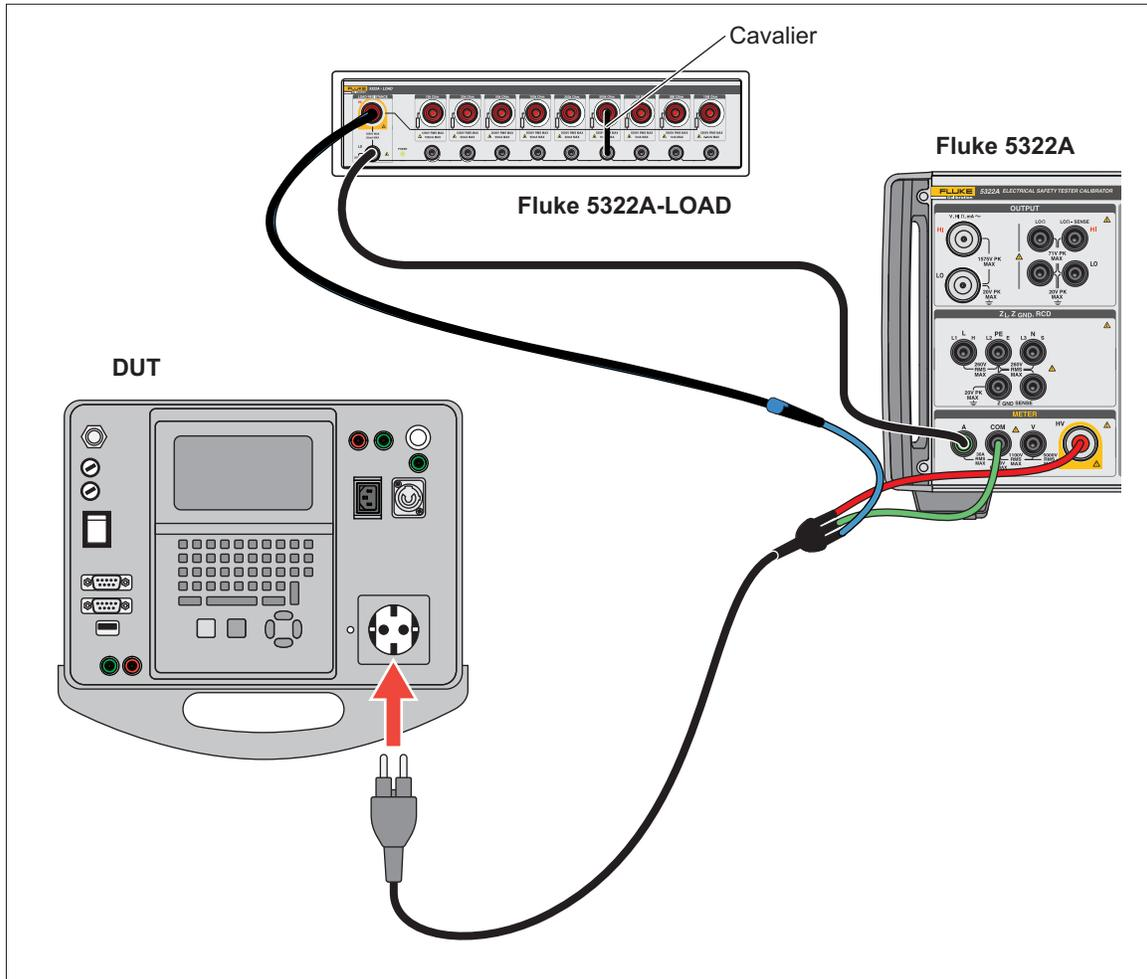

Figure 59. Mesure du courant de fuite Flash de classe I
3. Connectez le produit et l'appareil testé comme indiqué sur la Figure 59.
4. Choisissez une valeur de résistance de charge 5322A-LOAD appropriée pour simuler la valeur de courant de fuite requise, puis effectuez la connexion à l'aide d'un cavalier inséré dans les prises de résistance 5322A-LOAD correspondantes, comme dans la Figure 59.